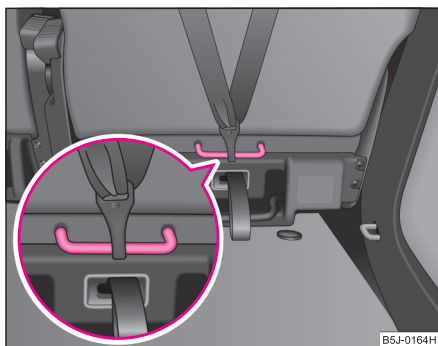

Fig. 144 Scaunul din spate: Top Tether
- Fixați scaunele pentru copii cu sistem „Top Tether” numai în locurile special prevăzute ⇒ fig. 144.